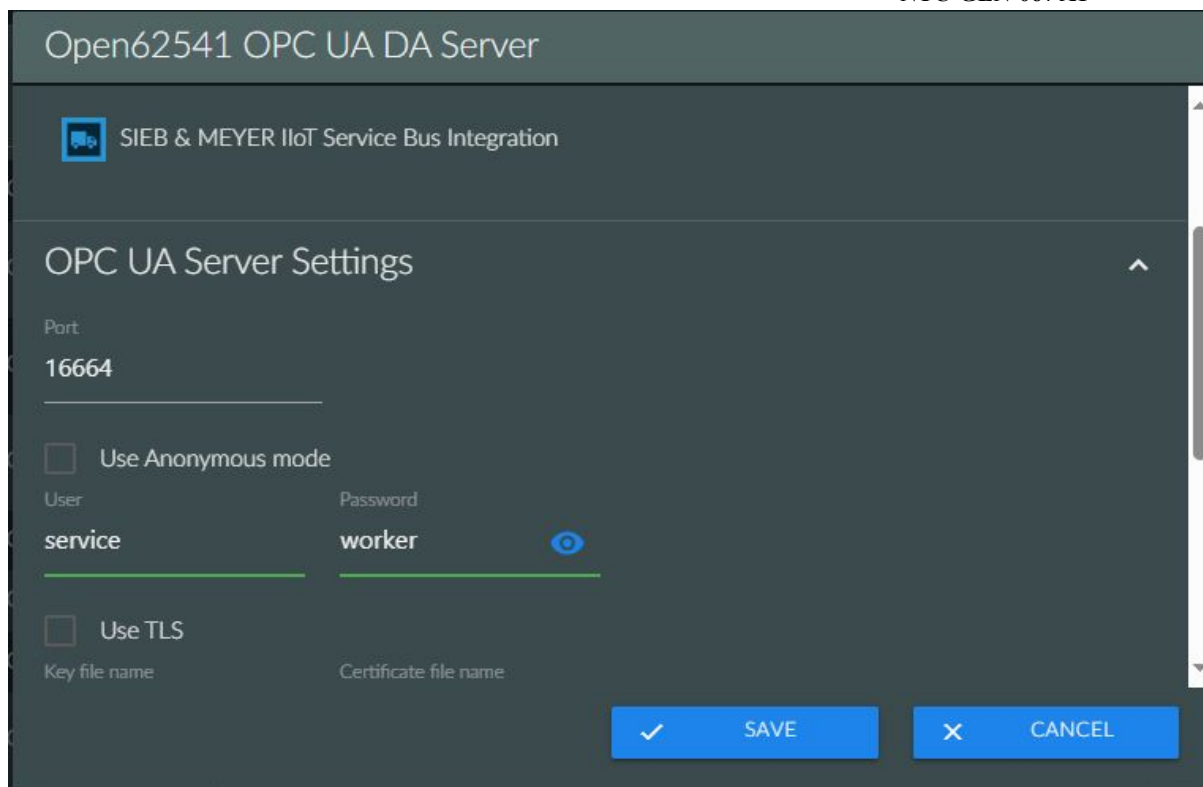

图 4.6 DA Server 配置界面
- 3) 在以上界面中找到 **Open62541 OPC UA DA Server** 并点击进入具体配置页面，如图 4.6 所示。